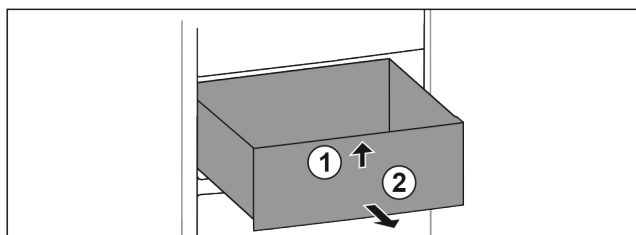

Fig. 118
- Podignite ladicu sprijeda. Fig. 118 (1)
- Izvadite ladicu prema naprijed. Fig. 118 (2)